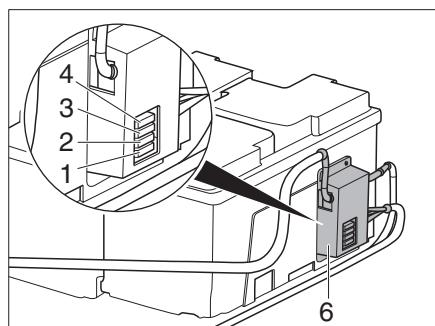
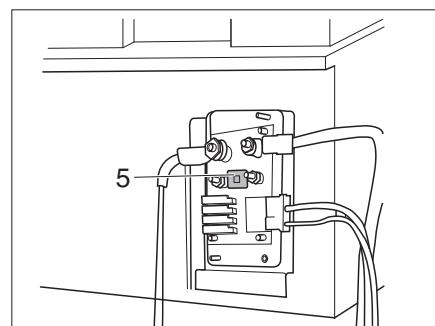

Fig. 314 Fusibles de la batería del habitáculo (opcional)
Fig. 315 Fusible de booster de carga (tapa retirada)
- Para acceder al fusible F5 (Fig. 315,5) del cable de alimentación EBL, es necesario retirar la tapa (Fig. 314,6).